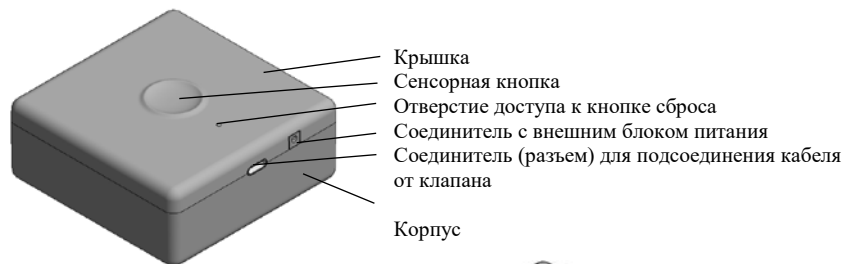
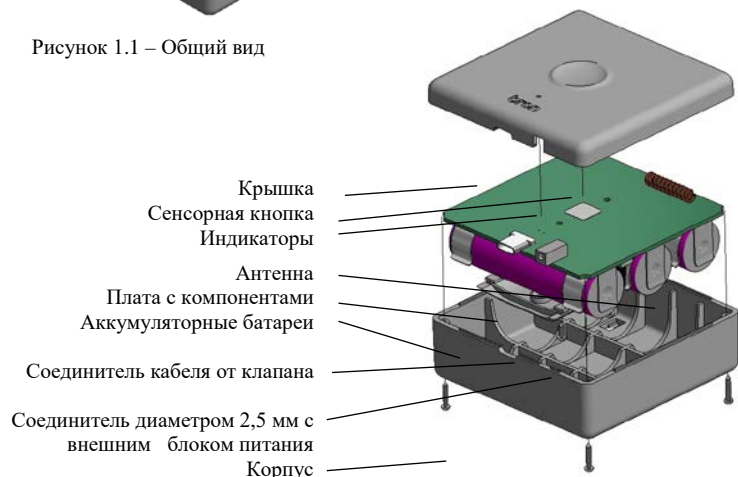

Рисунок 1.1 – Общий вид
Рисунок 1.2 – Вид внутренней конструкции
1.8 Принудительное изменение положения клапана может быть осуществлено пользователем нажатием на модуле управления на сенсорную кнопку (см. рисунок 1.1) или ручным изменением положения на клапане (см. рисунок 1.2). Верхнее положение - закрыто, нижнее - открыто. В случае принудительного изменения положения клапана датчик формирует и передает на планшет соответствующие оповещения.
1.13 Режимы работы устройства отображаются светодиодными индикаторами (см. рисунок 1.1).
4.2 Устройство состоит из корпуса и крышки. Внутри корпуса размещены печатная плата с электронными компонентами, под платой - три аккумулятора (см. рисунок 1.2). С нижней стороны корпуса размещена кнопка управления с функциями включения-выключения, регистрации, сброса устройства.